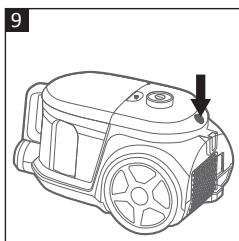

Рис. 9
3. Удерживая вилку, другой рукой нажмите кнопку перемотки шнура (14) для автоматической перемотки шнура (Рис. 9). Проведите шнур рукой, чтобы вилка и шнур не хлестали при перемотке.
4. Чтобы транспортировать пылесос, поднимите ручку для переноски (14).